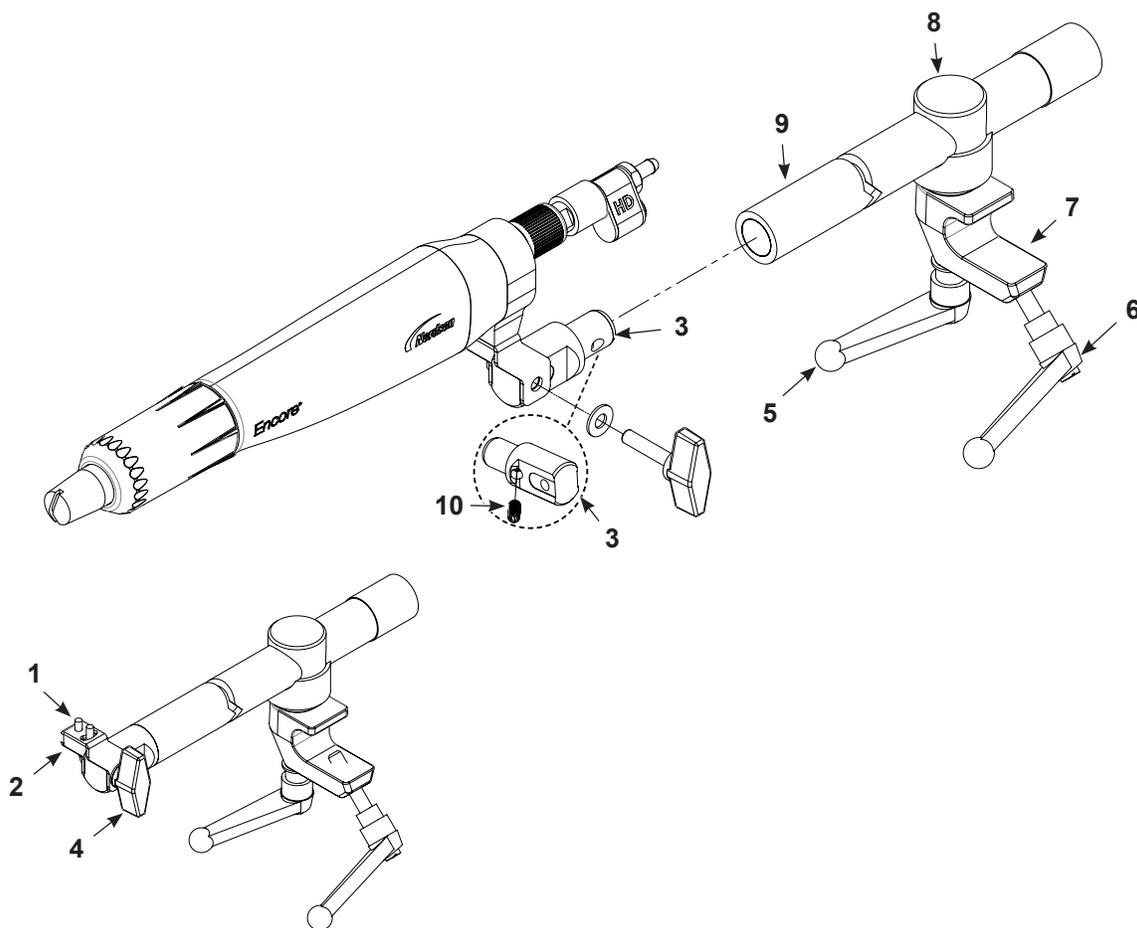

Figura 3-5 Montaje de una pistola de aplicación de montaje en barra
6. Ver la Figura 3-5. Instalar el adaptador de montaje en barra de la pistola de aplicación (3) en el extremo de la barra de pistola (9) y asegurarlo apretando el tornillo de ajuste (10) con una llave macho hexagonal de 4 mm.
- Para desplazar la punta de la pistola de aplicación de lado a lado, aflojar los tornillos de cabeza redonda (1).
- Para inclinar la punta de la pistola de aplicación hacia arriba o hacia abajo, aflojar el botón de inclinación (4).
- Para girar o ajustar la barra de pistola en el cuerpo de bloqueo (8), aflojar la empuñadura de rotación (5).
7. Para montar la pistola de aplicación en un soporte de pistolas fijo, oscilador o reciprocador, colocar la abrazadera (7) en una barra de montaje de 1 pulgada y apretar la empuñadura de fijación (6).